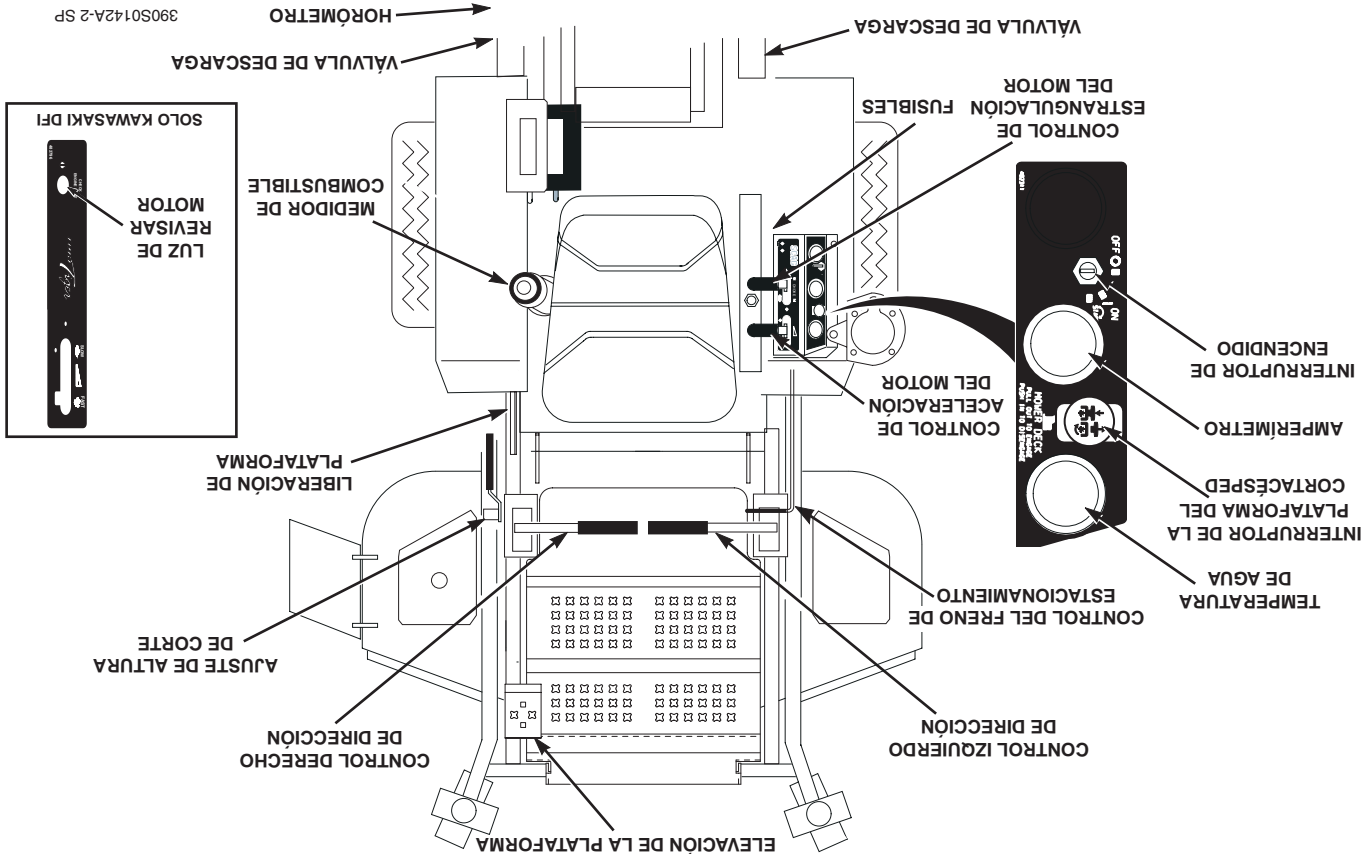

Figura 4-1 Controles e Instrumentos de control horario
5. **Amperímetro (Figura 4-1)** Indica la condición de carga del sistema. Cuando el motor está funcionando, la aguja debe estar hacia el extremo positivo del medidor. Si la aguja está hacia el extremo negativo del medidor, esto indica una condición de descarga y la máquina debe ser llevada para darle servicio.
6. **Horómetro (Figura 4-1)** Indica el número de horas que ha operado el motor. Opera cuando el interruptor de la llave de encendido está en la posición ON. Puede usarse para mantener un registro de los intervalos de mantenimiento y la cantidad de tiempo requerida para realizar varias tareas.
7. **Portafusibles (Figura 4-1)** Dos fusibles de 20 Amp protegen el sistema eléctrico del cortacésped. Para reemplazar los fusibles, retire el fusible del zócalo e instale uno nuevo.
8. **Control izquierdo de dirección (Figura 4-1)** Usado para controlar la rueda izquierda del cortacésped al avanzar hacia adelante o en reversa.
9. **Control derecho de dirección (Figura 4-1)** Usado para controlar la rueda derecha del cortacésped al avanzar hacia adelante o en reversa.
10. **Control del freno de estacionamiento (Figura 4-1)** Usado para accionar y desconectar los frenos de estacionamiento. Tire de la palanca para accionar los frenos de estacionamiento. Presione la palanca para desconectar los frenos de estacionamiento.
11. **Indicador de combustible (Figura 4-1)** Indica la cantidad de combustible en el tanque.
13. **Palanca de pie de elevación de plataforma (Figura 4-1)** Usada para levantar y bajar la plataforma de corte.
14. **Ajuste de la altura de corte (Figura 4-1)** Usado para poner la plataforma de corte en la altura de corte deseada.
15. **Palanca de liberación de la plataforma (Figura 4-1)** Usada para trabar la plataforma de corte en la posición de transporte. Para corte normal, empuje el pedal hacia adelante y levante la palanca de desenganche de modo de soltar la plataforma de corte.
16. **Indicador de temperatura (Figura 4-1)** Indica la temperatura de operación del motor. *Sólo es usado en cortacéspedes con el motor Kawasaki enfriado por líquido.*
17. **Luz de comprobación de motor (Figura 4-1)** Indica la operación de los sensores del motor en la Inyección digital de combustible Kawasaki (DFI) La luz destellará una vez en el arranque inicial. Si ocurre un problema con un sensor en el motor, la luz destellará un código. Consulte con su distribuidor autorizado de Scag para diagnóstico y reparación.
1. Interruptor de encendido (Figura 4-1) El interruptor de encendido se usa para arrancar el motor y tiene tres posiciones: OFF, ON, y START.
2. Interruptor de la plataforma del cortacésped (Figura 4-1) Usado para accionar y desconectar el sistema de transmisión del cortacésped. Tire del interruptor para accionar la transmisión de plataforma. Presione el interruptor para desconectar la transmisión de plataforma.
3. Control de estrangulación del motor (Figura 4-1) Usado para arrancar un motor frío.
4. Control de aceleración del motor (Figura 4-1) Usado para controlar la velocidad de motor. Presionando la palanca hacia abajo aumenta la velocidad del motor. Tirando de la palanca hacia atrás disminuye la velocidad del motor. La posición completa hacia atrás es la posición de MARCHA EN VACÍO. La posición de corte es la de más adelante.